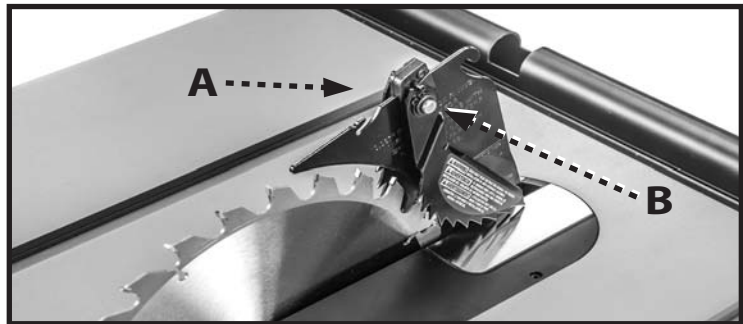

FIGURE 5
Insérez l'ensemble de doigts sur la fente la plus arrière sur le couteau diviseur (A) tel illustré en Figure 5 et appuyez sur la goupille à ressort (B) située à droite de l'ensemble de doigts.